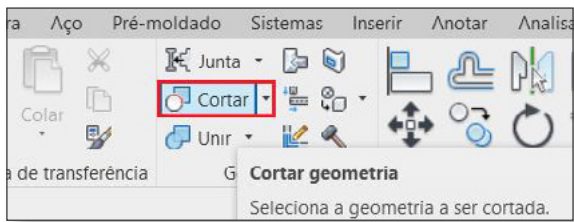

Figura 63 – Acesso ao botão “Cortar geometria”.
13. Na aba “Modificar”, painel “Geometria”, clique no botão “Cortar geometria” (Figura 63);